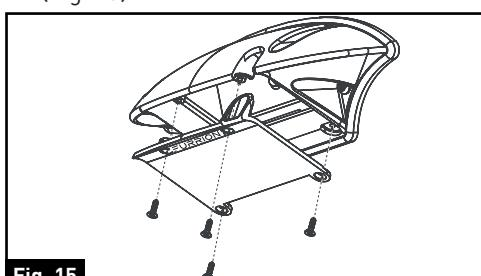

Fig. 15
- Si se va a instalar una cámara de entrada, quite la cubierta del soporte desenroscando los cuatro tornillos. (Fig. 15)